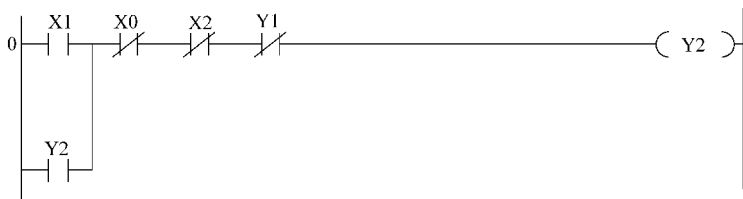

图 2-14 电动机正、反转梯形图
14. 根据图 2-14 所示电动机正、反转梯形图, 下列指令正确的是 ()。